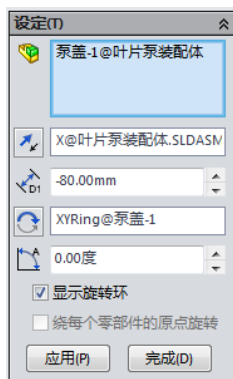

图 8-97 设定参数
- 02 在【设定】选项组中单击装配体中的泵盖零件，则零件名称将出现在【设定】下的列表框中，同时该零件也显示出一个三维坐标轴，单击某一个轴，在【爆炸距离】微调框中输入 80mm，如图 8-97 所示。